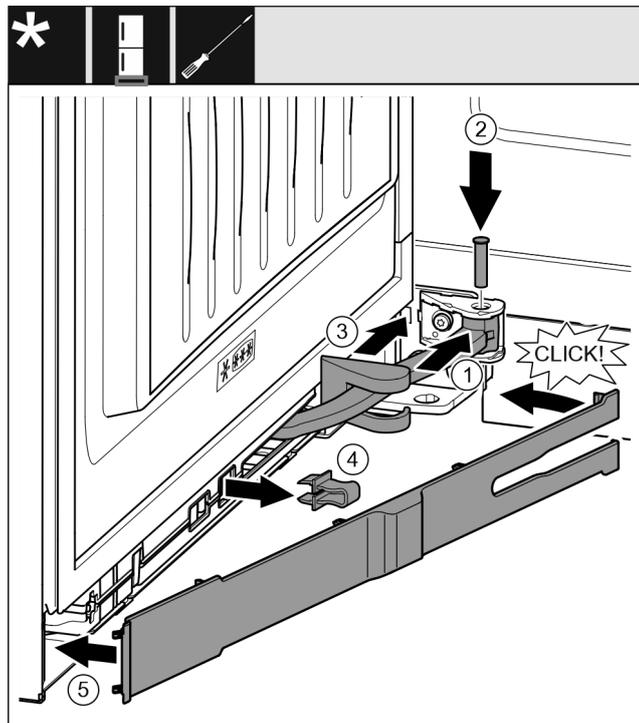

Fig. 49
- ▶ Ruotare il giunto Fig. 49 (1) nella sospensione.
- ▶ Con un cacciavite Fig. 49 (2) inserire i perni nella sospensione e nel giunto. Assicurarsi che la camma di arresto sia posizionata correttamente nella scanalatura.
- ▶ Spostare la copertura del blocco di supporto Fig. 49 (3) lungo il giunto e montarla sulla sospensione.
- ▶ Rimuovere il fusibile Fig. 49 (4).
- ▶ Applicare la maschera Fig. 49 (5) dal lato della maniglia e ruotarla verso l'interno.